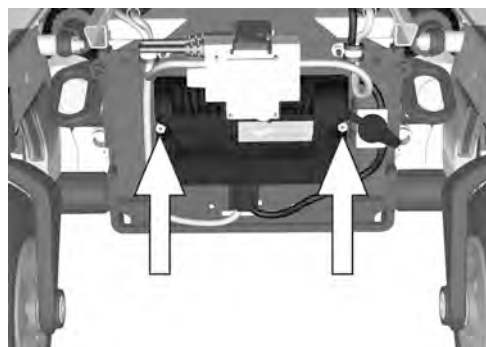

Abbildung 464. Das Leistungsmodul ist mit zwei Muttern angebracht.
1. Montieren Sie erneut Leistungsmodul und Batteriekabelhalter mithilfe von zwei Muttern. Siehe Abb. 464.
2. Schließen Sie die elektrischen Anschlüsse wieder am R-net-Regler an und führen Sie das Kabel gemäß Abb. 464 herum.